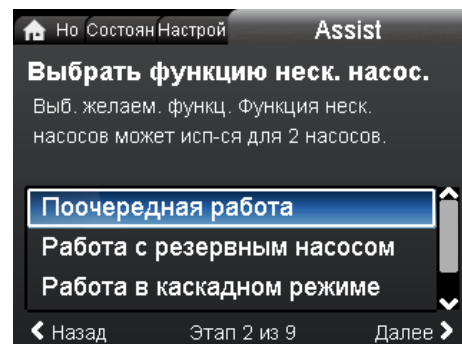

Рис. 43 Рабочий режим
6. Выберите рабочий режим. См. рис. 43.